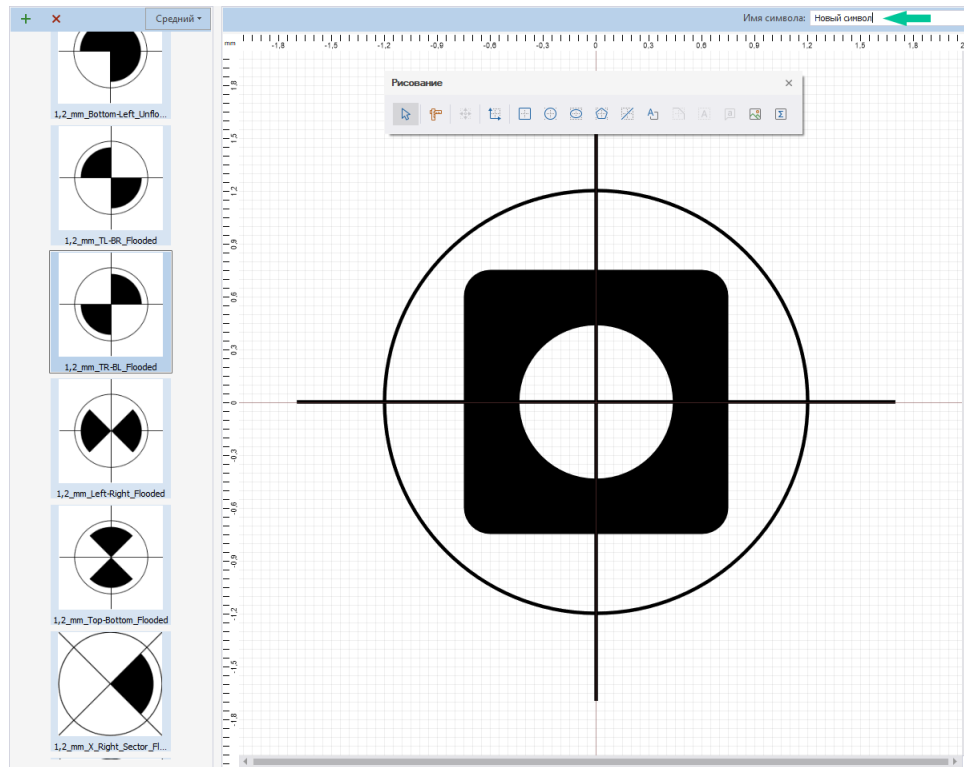

Рис. 116 Ввод наименования символа
4. Введите имя созданного символа в поле «Имя символа», расположенное в верхней части окна редактора, Рис. 116.